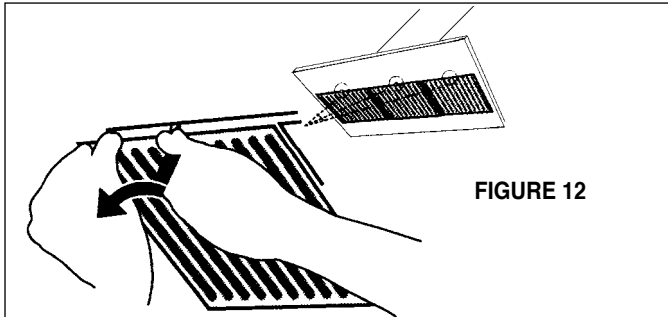

FIGURE 12
1. Installer les filtres. Note : Lors de l'installation du filtre, tirer/faire tourner le bouton avec une main, et tenir le filtre en place avec l'autre main pour qu'il ne tombe pas sur la table de cuisson. Saisir l'un des filtres de telle sorte que le bouton soit orienté vers le bas et vers l'arrière de la hotte (**de la FIGURE 12**). Insérer l'extrémité du filtre ne comportant pas le bouton dans la rainure de retenue à l'avant de la hotte. Tirer sur le bouton et le tourner vers la gauche (sens antihoraire) de telle sorte que le levier de verrouillage ne fasse pas saillie hors du filtre. Insérer l'extrémité comportant le bouton dans la rainure de retenue à l'arrière de la hotte. Tourner le bouton vers la droite (sens horaire) pour verrouiller le filtre en place.